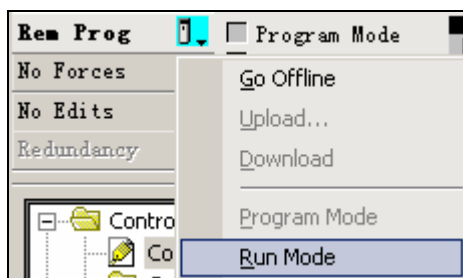

图 3-57 设为运行模式
44. 将处理器设置为 RUN (运行) 模式。可通过手动调节处理器上的钥匙位置。也可通过 RSLogix5000 软件 (此前钥匙位于 Remote)，如图 3-57 所示。